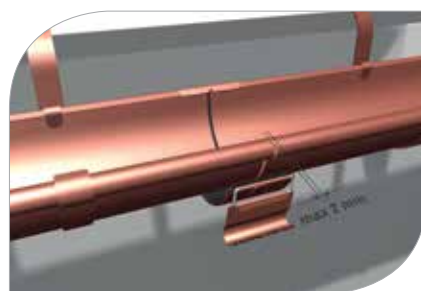

рис. 21
- 3.10 В месте соединения желобов установить соединитель с креплением **(рис. 21, 22, 23, 24)**